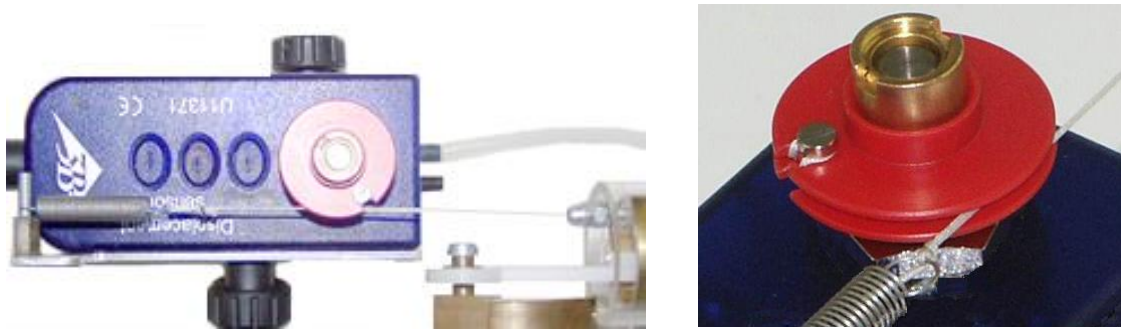

Fig. 2 Enroulement du fil autour de la bobine de fil du capteur de course
- Enrouler le fil autour de la bobine de fil du capteur de course, comme sur la fig. 2.